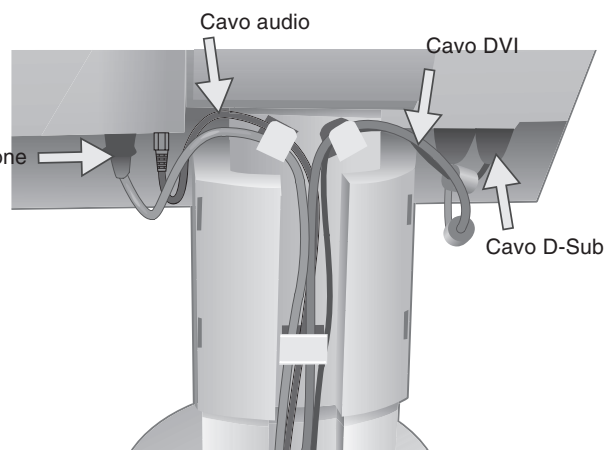

Figura C.2
5. Perché la gestione cavi avvenga al meglio, mettere i cavi in quest'ordine: cavo di alimentazione e cavo DVI (**figura C.2**).
6. Inserire il cavo di alimentazione e il cavo audio nei ganci specifici indicati nella **figura C.2**.
7. Inserire il cavo DVI e il cavo D-Sub nei ganci specifici indicati nella **figura C.2**.